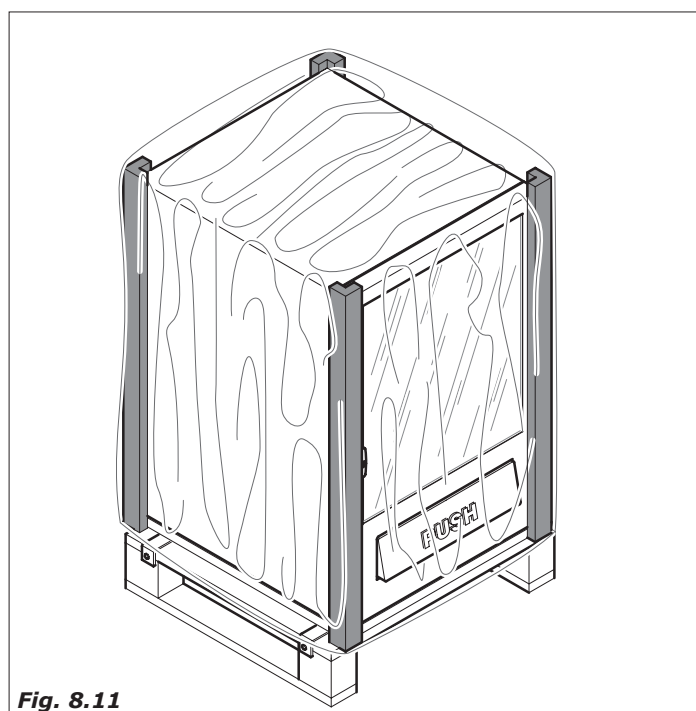

Fig. 8.11
- proteger o externo com um filme ou um saco de celofane (Fig. 8.11)